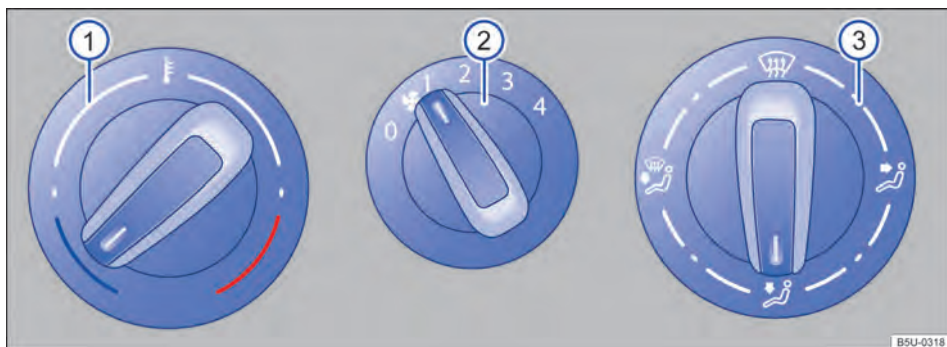

Fig. 72 Comandos do sistema de ventilação e aquecimento. ▶
- *Sistema de ventilação e aquecimento*: girar o regulador do ventilador para o nível 0 → Fig. 72 ②.
- *Sistema de ventilação e aquecimento*: girar o regulador rotativo esquerdo → Fig. 72 ① para regular a respectiva temperatura.
- *Sistema de ventilação e aquecimento*: girar o regulador do ventilador → Fig. 72 ②.
- *Sistema de ventilação e aquecimento*: girar o regulador da direita → Fig. 72 ③ para posição desejada.
- Em veículos com sistema de aquecimento, girar o botão da temperatura → Fig. 72  totalmente para a direita, para a posição máxima de aquecimento.